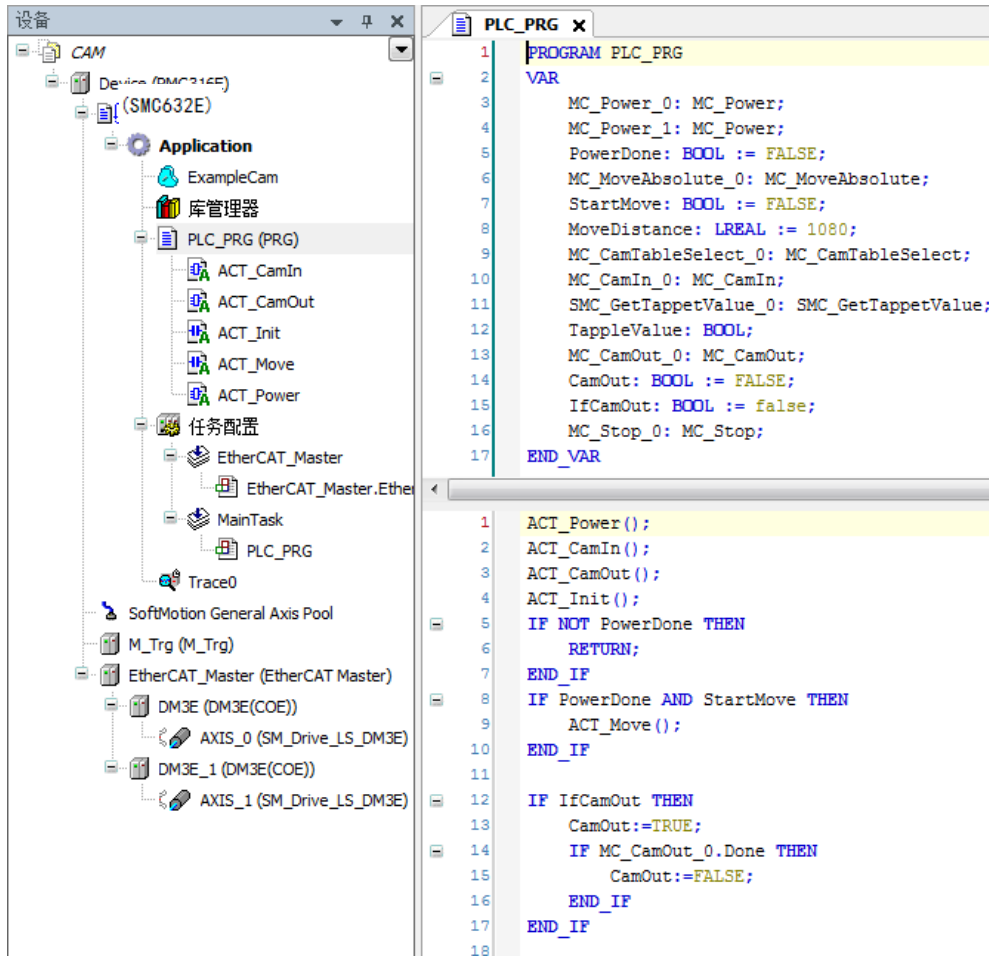
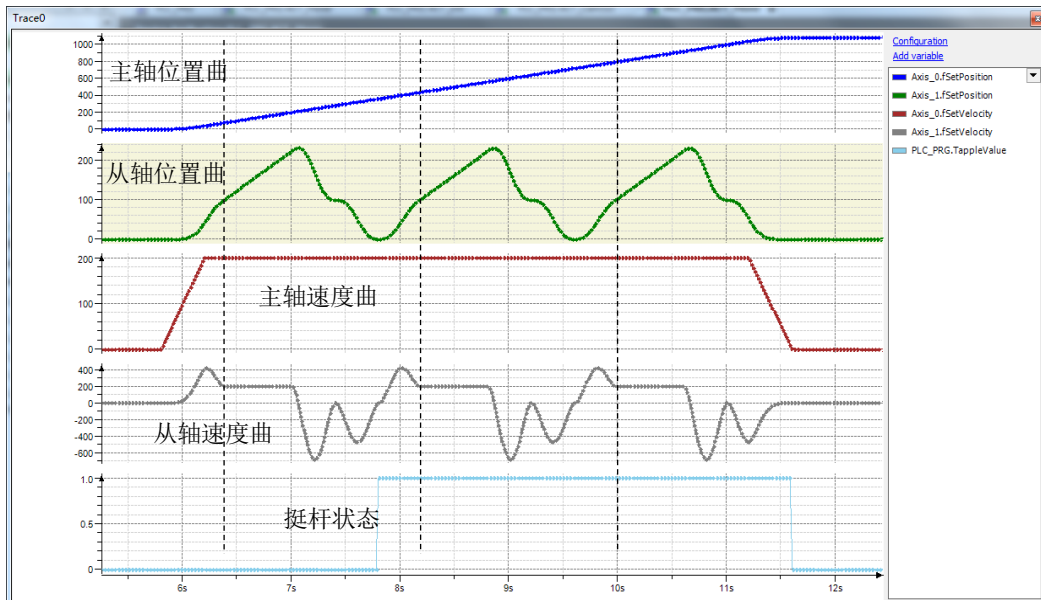

图 6.21 电子凸轮运动主程序
图 6.22 电子凸轮运动主从轴位置速度曲线
5) 程序完成编程后，编译、下载到控制器中执行，并将主轴运动模块的使能变量 StartMove 的值强制为 TRUE 启动整个电子凸轮运动，程序运行结果如图 6.21 和图 6.22 所示。
从轴在主轴运动到 75Pulse 位置时两者达到同步状态，如图 6.22 虚线所示。由于设置的主从比为 1，从轴同步的速度和主轴一样均为 200Pulse，在主轴运动到 200Pulse 位置，